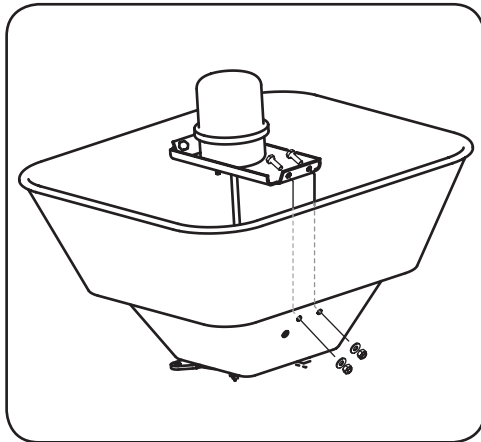

Figura 1-5
1. Fije el conjunto del motor al fondo de la tolva enroscando cuatro pernos M6 x 20 y conectando con cuatro arandelas planas y contratuercas M6. Consulte la Figura 1-5.